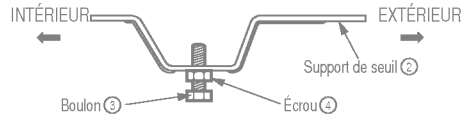

Fig. 3
- Assemblez le support de seuil ② à l'aide des pièces illustrées dans la fig. 3 mais ne les serrez pas. 3.